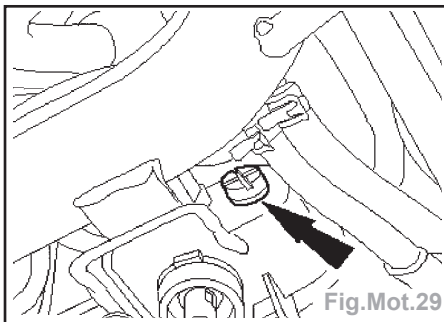

Fig.Mot.29
- Vidanger le circuit de refroidissement (flèche) (Fig.Mot.29).